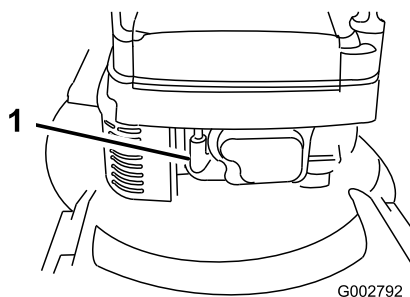

Figure 12
1. Branchez la bougie (Figure 12).